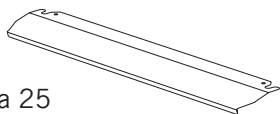

Figura 25
1. Existe um painel de segurança concebido para proteger o painel de controlo e os botões quando o forno está no modo Grelha (Figura 25).